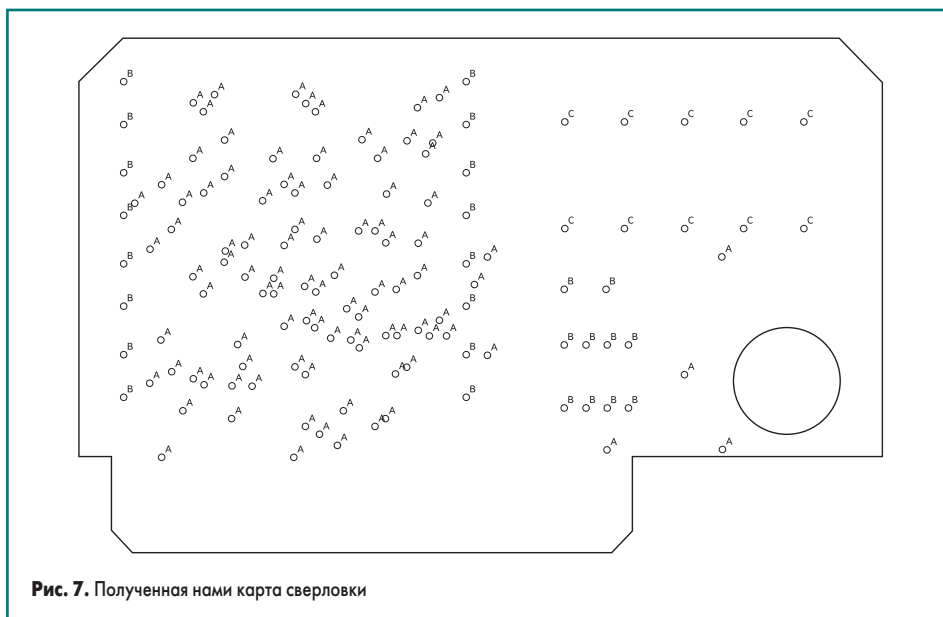

Рис. 7. Полученная нами карта сверловки
- Нажмем кнопку Close и закроем окно отчета. Теперь, если мы посмотрим на полученную распечатку, то увидим, что система сформировала карту сверловки и назначила всем отверстиям буквенные обозначения (рис. 7). Обратите внимание, что на распечатке присутствует очень много букв A, так как они обозначают отверстия диаметром 20 милс, которых на плате около сотни. Можно значительно разгрузить распечатку, назначив для отображения отверстий диаметром 20 милс символ @. Рекомендуем проделать это в качестве самостоятельного упражнения. Следует помнить, что при передаче такой карты сверловки производителю его следует уведомить, что отсутствие буквенного кода означает использование отверстия определенного диаметра.